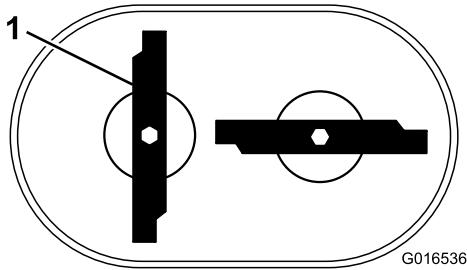

Figure 43
**Remarque:** Les lames devraient être perpendiculaires et former un « T » renversé, comme montré à la Figure 43.